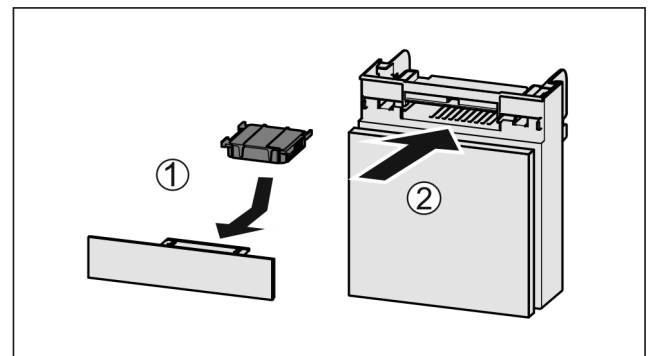

Fig. 119
- ▶ Actiefkoolfilter overeenkomstig afbeelding aanbrengen Fig. 119 (1).
- ▶ Lade erin schuiven Fig. 119 (2).